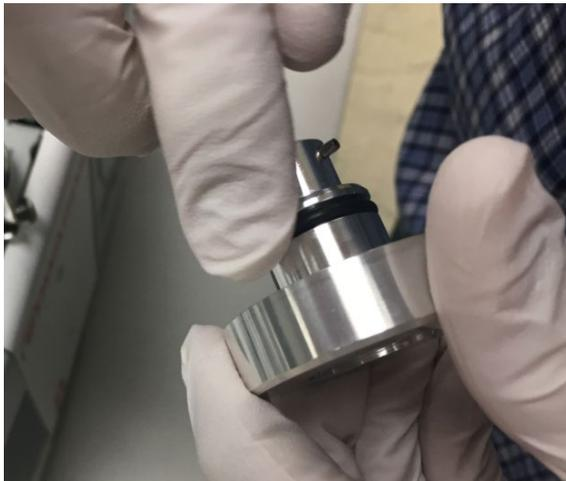

Abbildung 7: Auftragen von Öl auf den kleinen O-Ring am Metall-Gasballastadapter
- b. Tragen Sie mit einem behandschuhten Finger ein wenig Apezion Vakuumfett auf den O-Ring auf. Wenn Sie kein Apezion Vakuumfett zur Hand haben, verwenden Sie stattdessen einen Tropfen Vakuumpumpenöl. Siehe Abbildung 7.